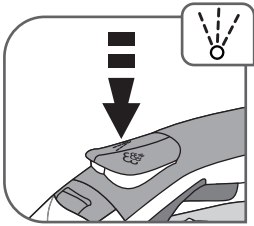

Fig. 11
- Când călcați cu abur sau fără apă, apăsați de mai multe ori la rând pe butonul SPRAY pentru a umezi rufele și îndepărta cutele rezistente – fig.11.